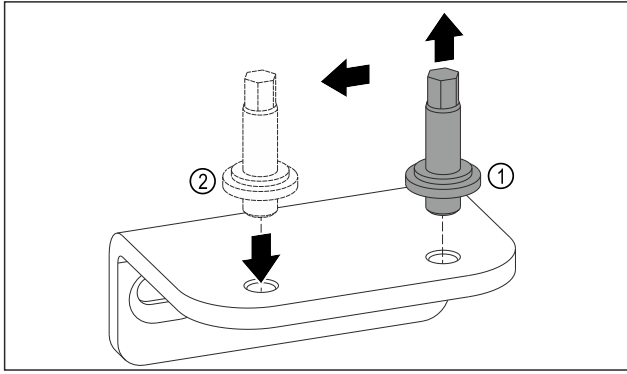

Fig. 20
- Draai de bout van de onderste lagersteun los met een SW5-inbussleutel. Fig. 20 (1)
- Plaats de bout aan de andere kant. Fig. 20 (2)